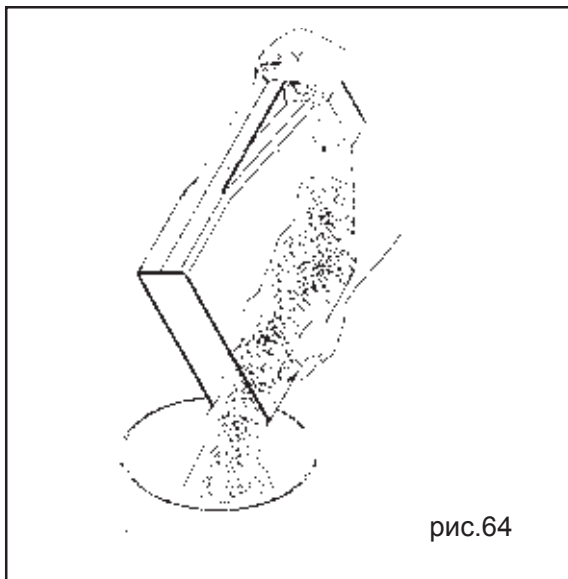

рис.64
- выгрузите продукты из контейнеров (рис. 64)